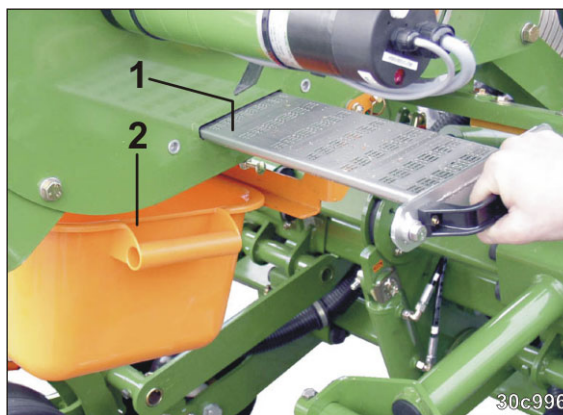

Рис. 244
6. Медленно выньте заслонку сита (Рис. 244/1) из корпуса.
→ Посевной материал высыплется в поддон (Рис. 244/2).